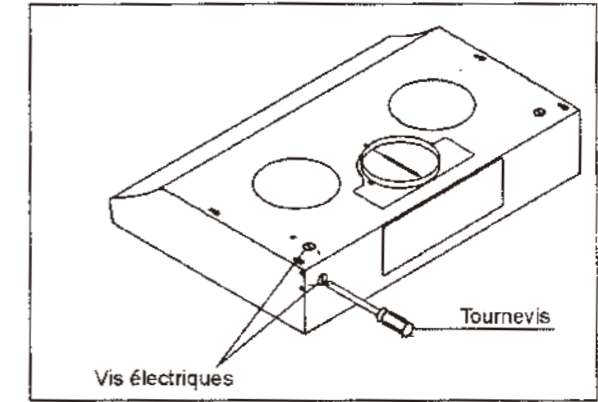

Fig. 7 Vis électriques
1. Enlevez le dessus ou les vis électriques de derrière selon la position du câble d'alimentation. (Fig. 7)
2. Relâchez les vis à l'aide d'un tournevis et utilisez des pinces pour retirer les vis délacés. (Fig. 7 & 8)